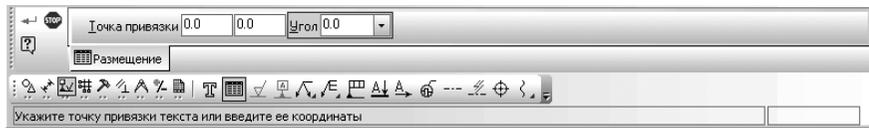

Рис. 5.61. Панель свойств: Ввод таблицы с вкладкой **Размещение**, **Компактная панель** и **Строка сообщений**
- щелкните на панели инструментов по первой кнопке  $\square$  – **Ввод таблицы**. Появится **Панель свойств: Ввод таблицы** с открытой вкладкой **Размещение** (рис. 5.61). В строке сообщений появится подсказка: **Укажите точку привязки текста или введите ее координаты**;